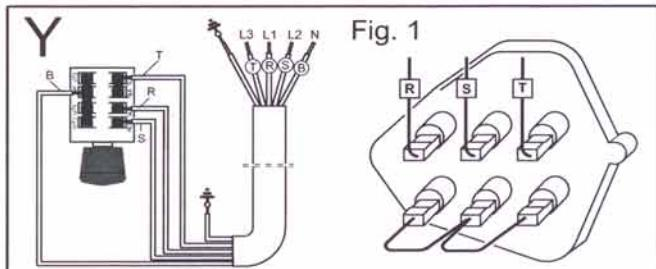

Fig. 1
- Le macchine sono predisposte per un collegamento: normalmente Y (fig. 1)